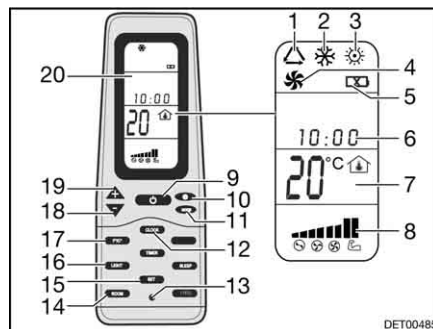

Fig. 179 Mando a distancia
- Pulsar la tecla ON/OFF (Fig. 179,9).
- Pulsar la tecla "Mode" (Fig. 179,11) las veces que sean necesarias hasta que se visualice el modo de funcionamiento deseado (Fig. 179,1, 2, 3 ó 4) en el display (Fig. 179,20).
- Ajustar la temperatura deseada con las teclas "+" (Fig. 179,19) y "-" (Fig. 179,18).
- Seleccionar la etapa deseada del ventilador con la tecla Velocidad del ventilador (Fig. 179,10).
*Desconectar:* ■ Pulsar la tecla ON/OFF (Fig. 179,9).